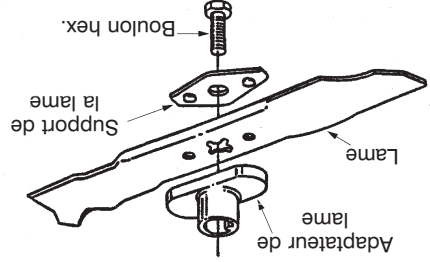

Figure 5
Placez l'adaptateur de la lame sur le vilebrequin, «l'étoile» à l'opposé du moteur. Voir la Figure 5. Placez la lame, le côté sur lequel la mention «Bottom» (ou le numéro de pièce) apparaît, à l'opposé de l'adaptateur. Alignez le support de la lame sur celle-ci en enfoncez les pattes dans les trous de la lame, puis insérez le boulon hex. Serrez le boulon hex. au couple recommandé ci-dessous.
• Enlevez le boulon et le support de la lame qui maintiennent la lame et l'adaptateur sur le vilebrequin. Dégagez la lame et l'adaptateur du vilebrequin. Voir la Figure 5.